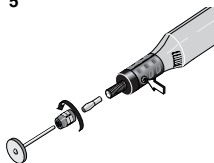

Fig. 2
Vor dem Werkzeugwechsel Netzstecker ziehen. Arretierknopf (Pfeil Fig. 2) niemals drücken, solange das Gerät läuft.
1. Überwurfmutter **1** (Fig. 2) leicht drehen und dabei gleichzeitig den Arretierknopf drücken, bis dieser einrastet.